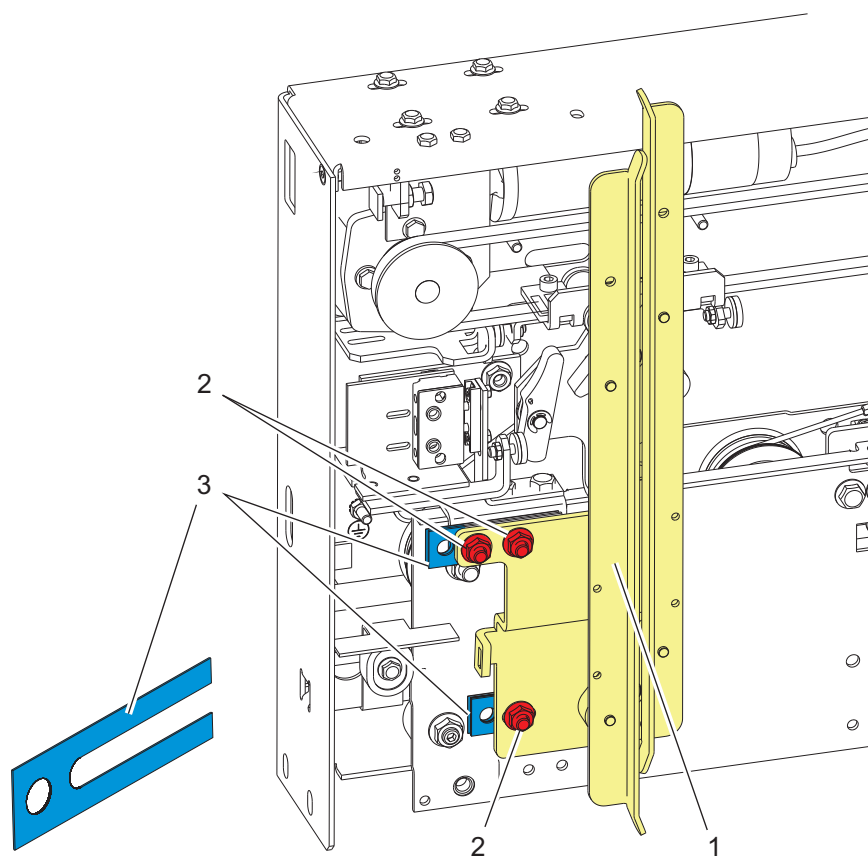

Abb. 38
- Verfahren wie bei Abb. 38 beschrieben
- Verfahren wie bei Abb. 38, Seite 39 beschrieben, spiegelbildlicher Aufbau